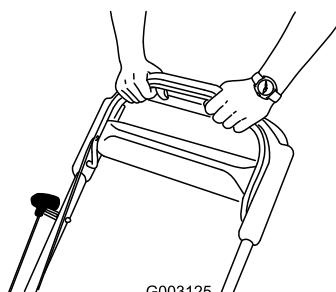

Figure 27
3. Maintenez la barre de commande de la lame contre le guidon (Figure 27).